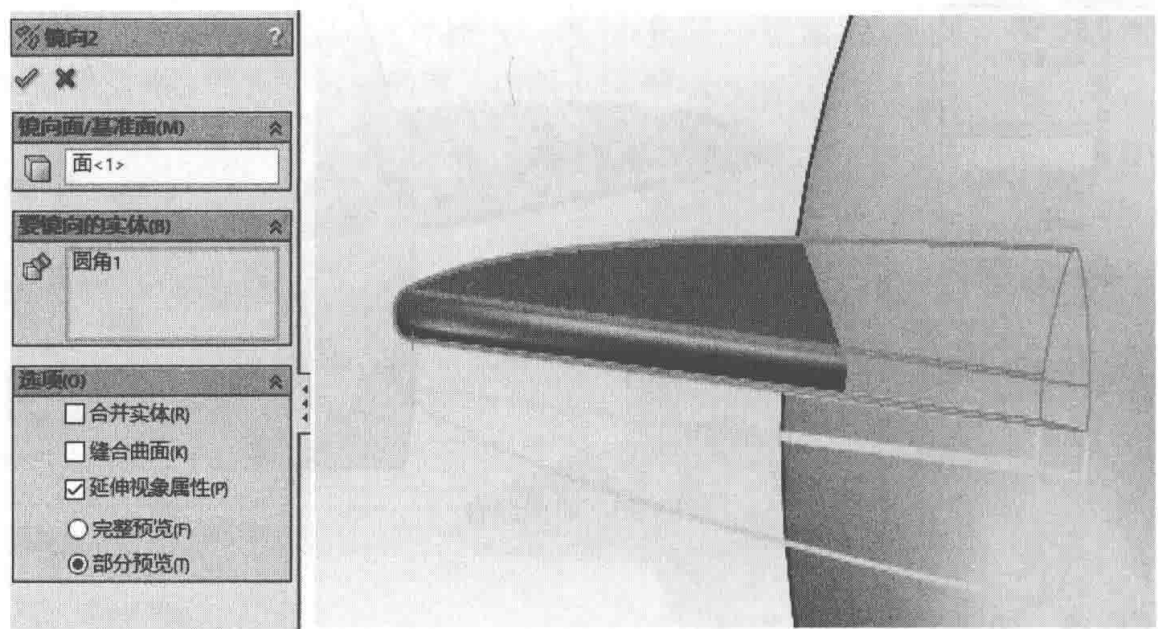

图 3-72 镜像上半嘴
(10) 选择“曲面→镜像”，选择上半嘴，镜像面选择上半嘴的底面，如图 3-72 所示。